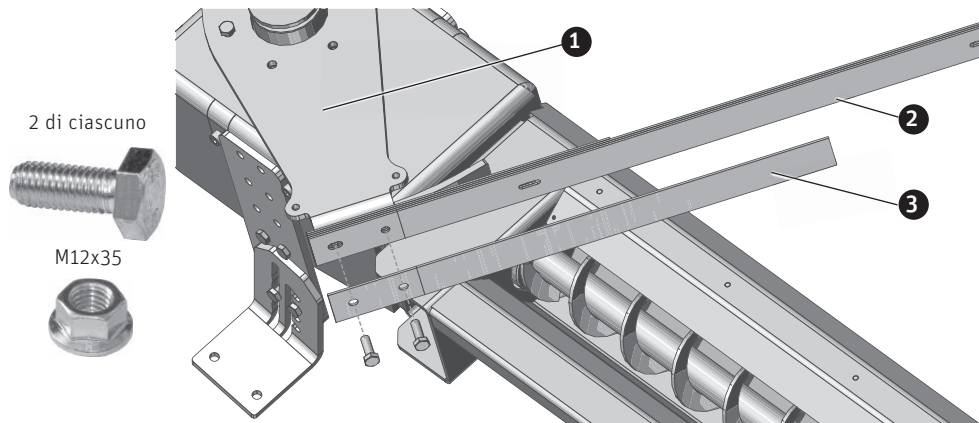

Fig. 136 Montare la molla a lamina, avvitarla insieme alla molla di prelievo corta su un lato esterno
- ▶ Avvitare le molle a lamina con 2 viti a testa esagonale M12x35 ciascuna. Se l'agitatore ha un diametro di fino a 2 m, la molla di prelievo corta viene avvitata insieme alla molla a lamina su un lato esterno – Fig. 136, Fig. 136.